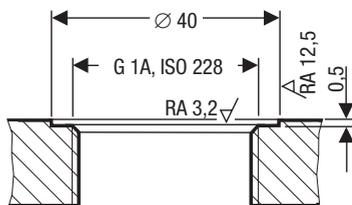

Fig. 6
- Les surfaces d'étanchéité du raccord fileté ou du couvercle doivent être parfaitement usinées selon la **Fig. 6** !
6. Contrôler les surfaces d'étanchéité. **Fig. 6**
7. Poser le joint fourni **20** sur la surface d'étanchéité du raccord fileté ou du couvercle. **Fig. 6**